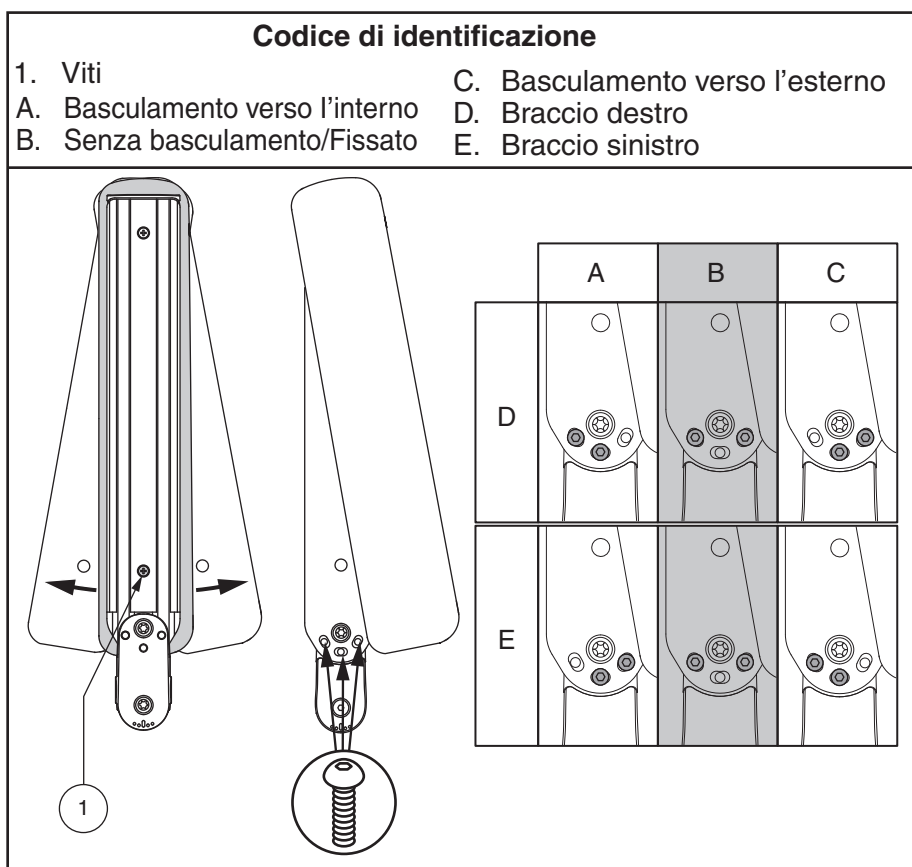

Figura 10. La regolazione dell'oscillazione di basculamento del bracciolo pieghevole in alto
4. Spostare lateralmente il top del bracciolo per coprire le viti di regolazione e stringere le viti alle estremità del bracciolo. **Vedi figura 10.**